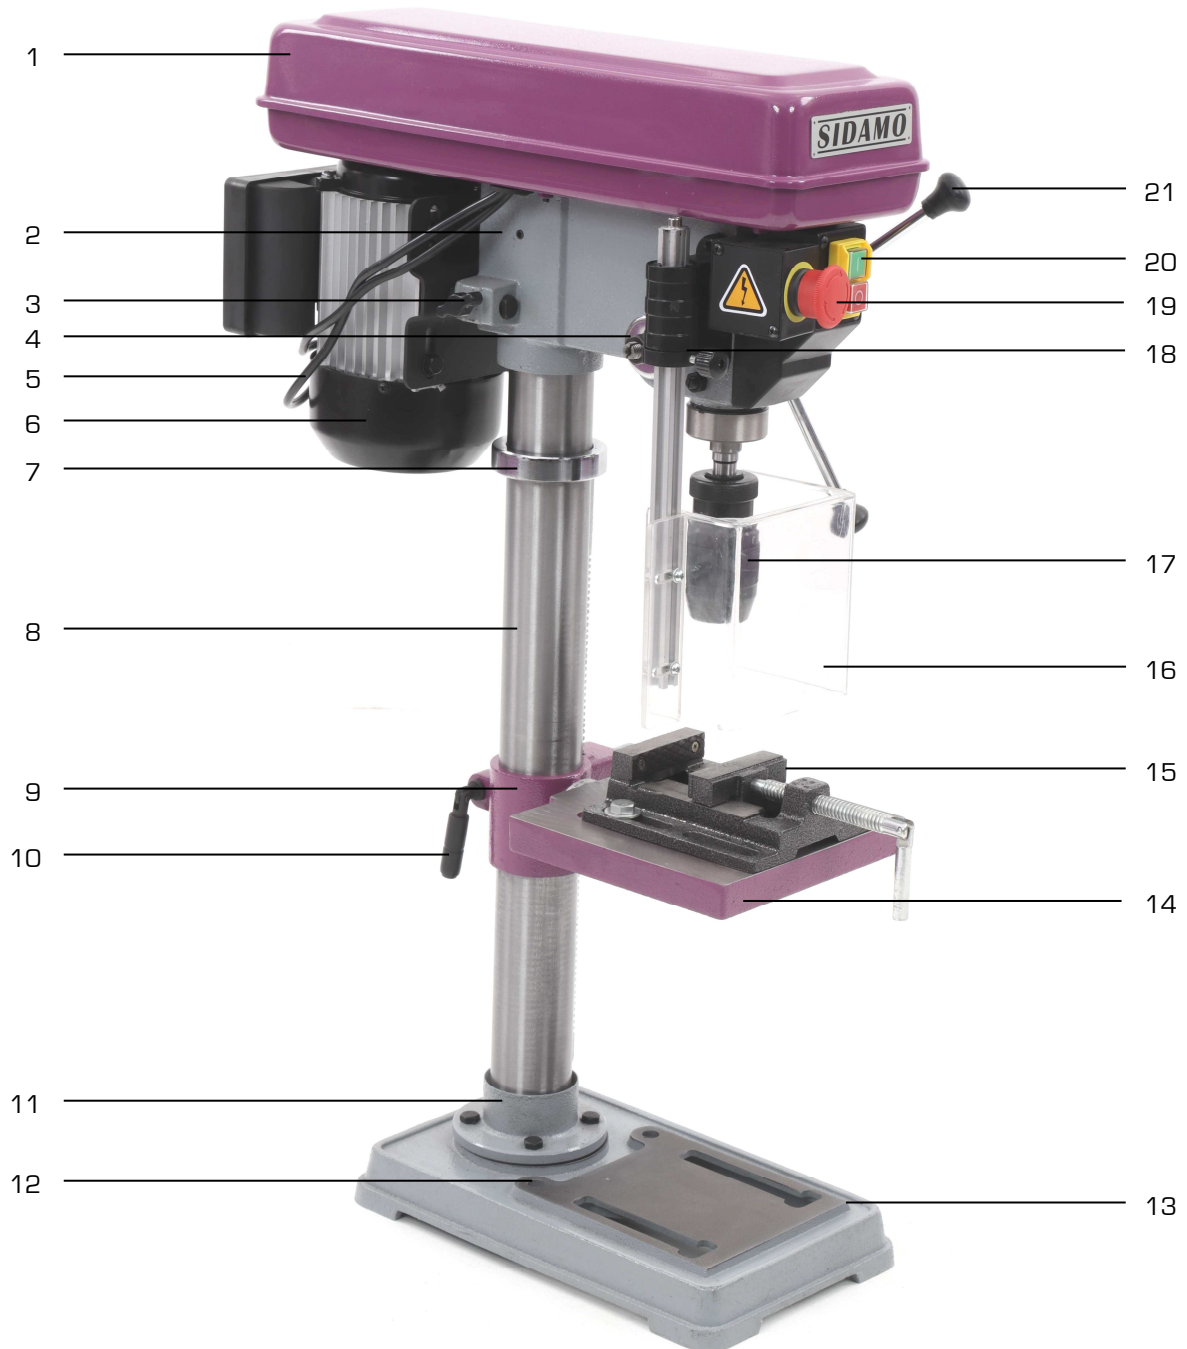

Figure 1
Fixer la machine à l'établi, en correspondance des 2 points de fixation scellement base [12 fig.1], au moyen de rondelles, d'écrous et de boulons de fixation appropriés (M12), de sorte qu'elle ait une position la plus stable possible.
11. Installer la tête (9) sur la colonne (3).
15. Les bras de cabestan (21 fig.1) doivent être correctement installés pour la descente de broche :
16. Assembler correctement l'ensemble complet de l'écran de protection mandrin (16 fig.1).
17. Installer l'ensemble complet de l'écran de protection mandrin dans son support (18 fig.1).